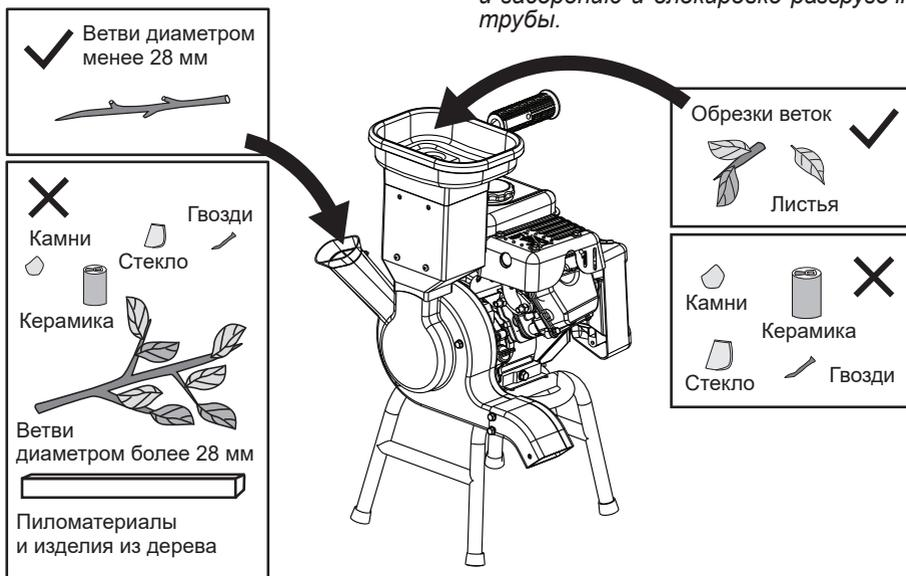

Рис. 11 Разрешенные и запрещенные для измельчения материалы
4. Складирование обрезков ветвей и листьев. На этом этапе необходимо произвести предварительную очистку материала от посторонних предметов: мелких камней, осколков стекла, керамики, предметов из металла и т.п. (Рис. 11).
**НИ В КОЕМ СЛУЧАЕ** не пытайтесь измельчать куски металла, камни, бутылки, банки и другие посторонние предметы (Рис. 11).